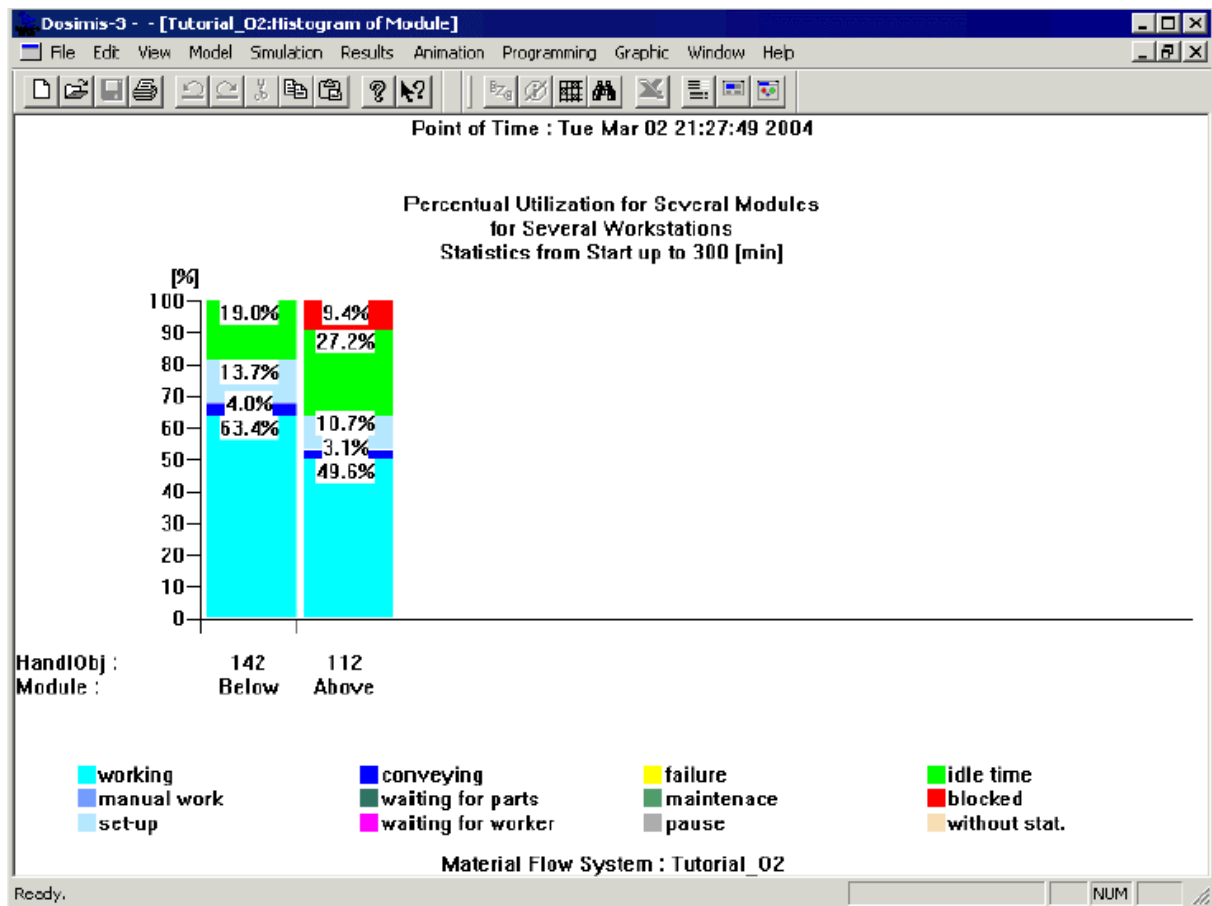

图4.3 工作站的状态直方图
- b) 通过察看工作站的状态直方图（图4.3）可以看出，有20%左右的时间都在空闲状态。